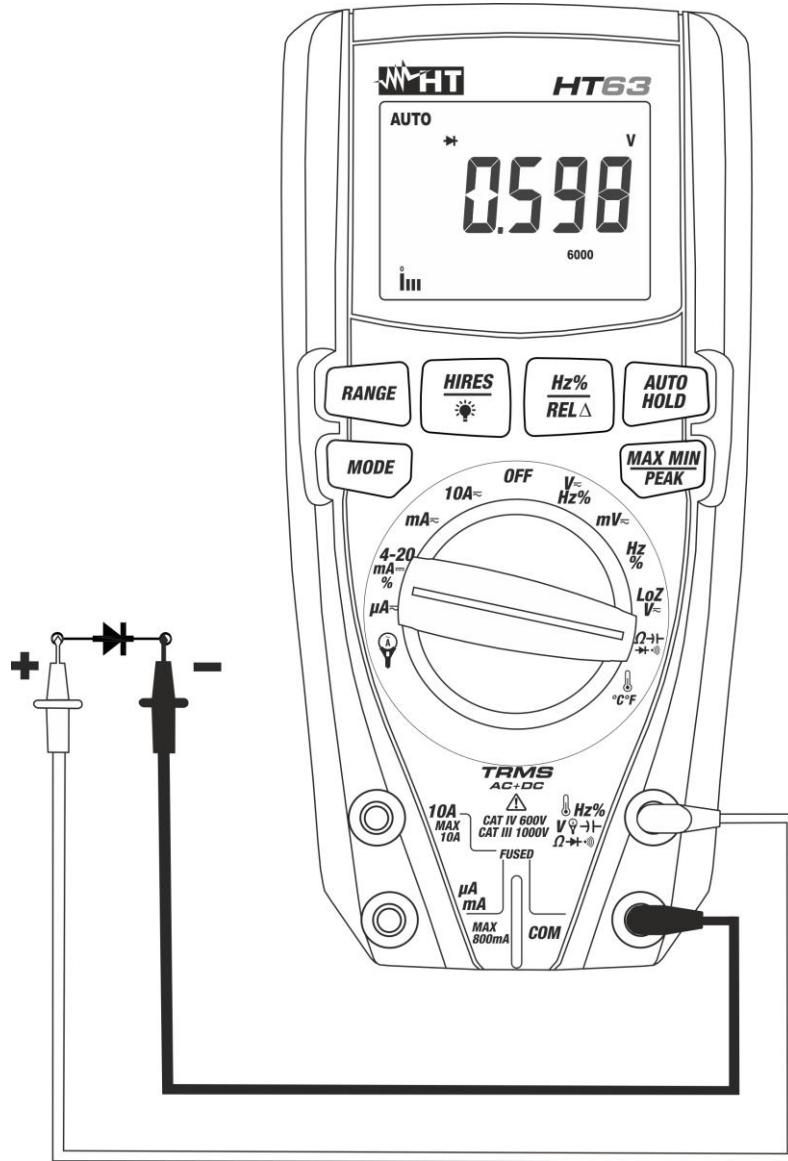

Abb. 7: Verwendung des Gerätes für Diodenprüfung
4. Verbinden Sie die Messleitungen mit den jeweiligen Enden der zu messenden Diode (siehe Abb. 7) und achten Sie dabei auf die angegebene Polarität.. Der Wert der direkt polarisierten Schwellenspannung wird im Display angezeigt.
6. Wenn das Gerät die Meldung "O.L" anzeigt, sind die Klemmen der Diode invertiert mit Bezug auf die Angabe in Abb. 7, oder die P-N Verbindung der Diode ist beschädigt.